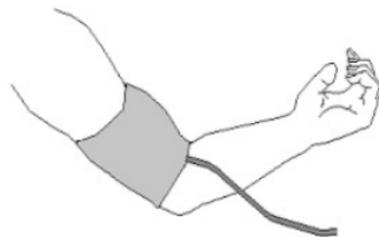

Figure 2.5 Position du brassard
1. Quand vous placez le brassard, le déployer et l'enrouler autour du bras supérieur de manière uniforme en serrant de manière appropriée. La position correcte du brassard renvoie à la figure 2.5.